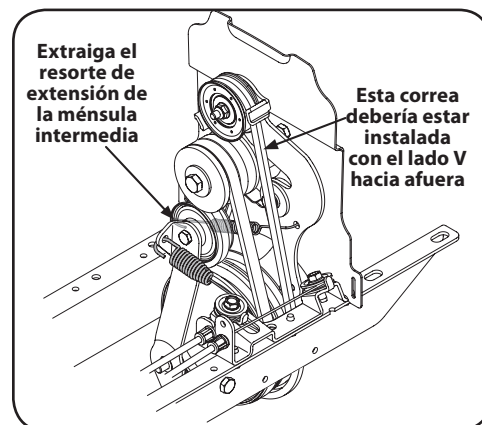

Figure 5-3
4. Retire el resorte de extensión del soporte intermedio, como se ilustra en la Figure 5-3. Se recomienda usar un par de pinzas de punta de aguja, y sujetar el resorte por el extremo que se engancha sobre el bastidor. Simplemente, sujételo y tire para sacarlo del bastidor, luego hacia arriba y con cuidado suelte la tensión del resorte.